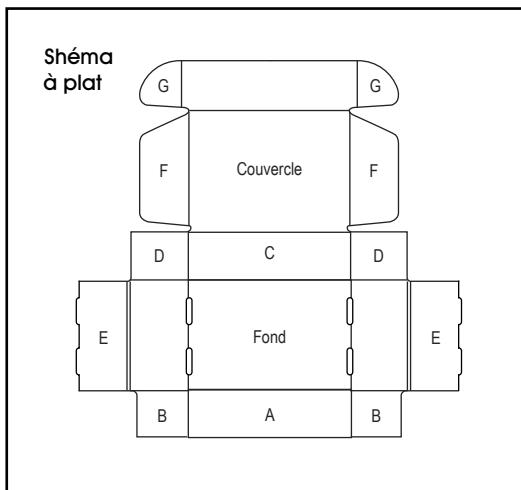

Figure 3
3. Pour former les côtés de la boîte, pliez les rabats E vers le haut et par-dessus les rabats B et D. Insérez-les ensuite dans les fentes sur le fond. (Voir Figures 3 et 4)